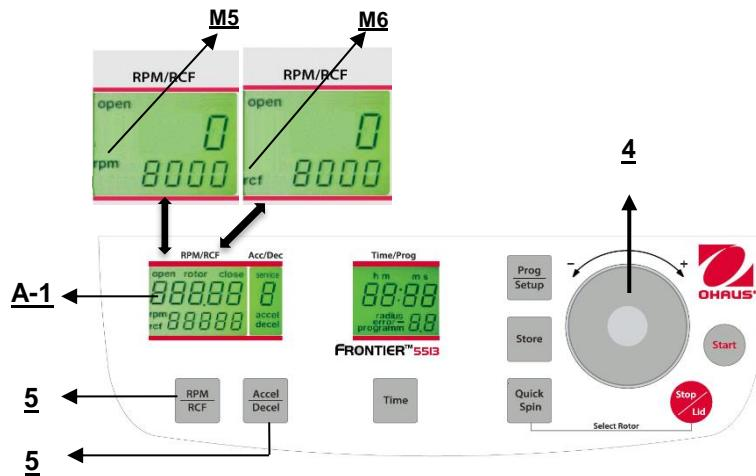

Figura. 16
Esta preselección se activa con el botón "RPM/RCF" (5) (consulte la Figura 16 a continuación). Al presionar el botón una vez, destella la palabra "rpm" (M5). Al presionar el botón dos veces, se puede seleccionar la preselección de las fuerzas centrífugas. Entonces aparece la palabra "rcf" (M6). Puede establecer los valores que deseé con la dial de ajuste (1). En la pantalla (A-1) aparece permanentemente el valor regulado, antes, durante y después de la operación.